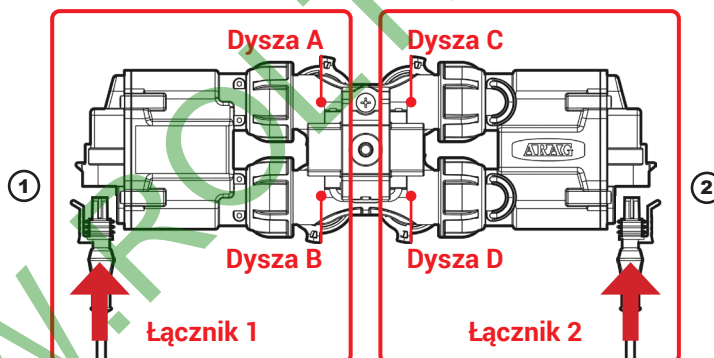

Fig. 374
- 1 Podłączyć kolejno **TYLKO SELETRON OPRAW DYSZ A i B**, od lewej do prawej strony aż do końca belki (łącznik 1 na Fig. 374).